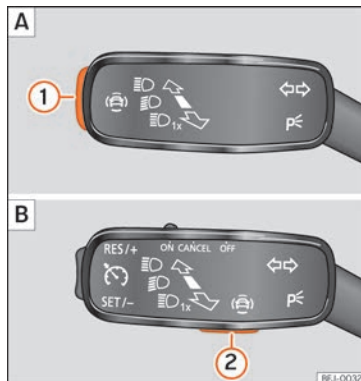

Fig. 134 En la palanca de intermitentes y de luz de carretera: tecla para los sistemas de asistencia al conductor (según versiones).
- Pulse brevemente la tecla » **fig. 134** **1** o **2** para abrir el menú **Asistentes**.